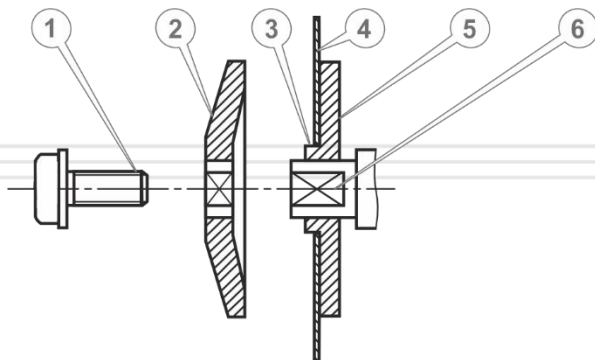

Рисунок 2 Встановлення циркулярного диска.
5.2 Порядок встановлення та зняття циркулярного диска (див. рис. 2, 3)
1. Встановіть внутрішній фланець (5) з посадкової сходинок (3) на вал редуктора (6).
2. Встановіть на вал циркулярний диск (4) таким чином, щоб посадкова сходинок внутрішнього фланця увійшла в посадковий отвір циркулярного диска.
3. Встановіть на вал тарілчасту шайбу (2).
5. Надійно затягніть притискний болт (1) (див. рис. 2).